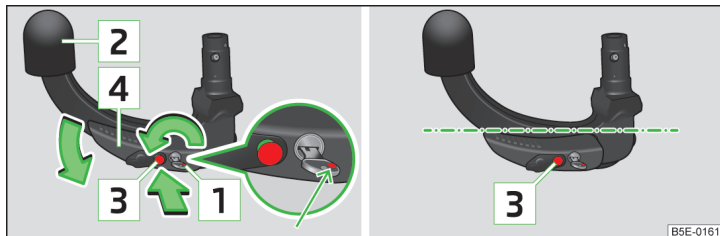

Fig. 122 Reglarea poziției de disponibilitate / poziția de disponibilitate
- Rotiți cheia, în așa fel încât să fie vizibil marcajul **1** » fig. 122.